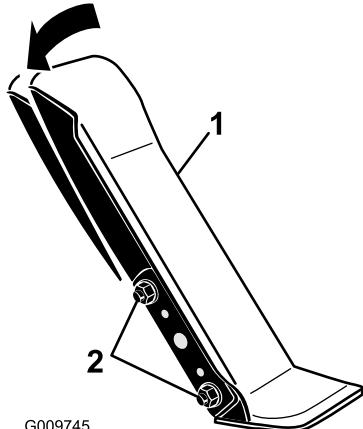

Figura 68
1. Allentare i 2 dadi e bulloni che fissano il lato sinistro del pedale di trazione alla staffa (Figura 68).
2. Incline il pedale nell'angolazione desiderata e stringete i dadi (Figura 68).